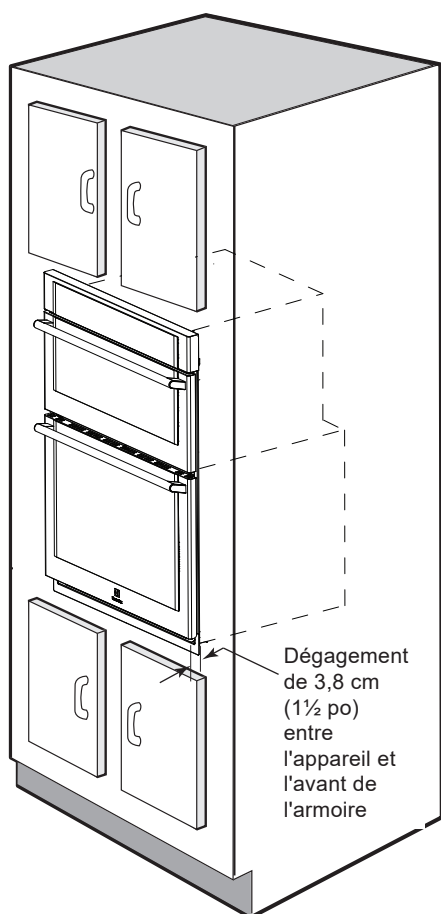

Figure 6: Installation dans une armoire
3. Installez le four dans l'ouverture de l'armoire. Faites glisser le four vers l'intérieur en laissant un dégagement de 3,8 cm (1½ po) entre le four et l'avant de l'armoire (Figure 6).